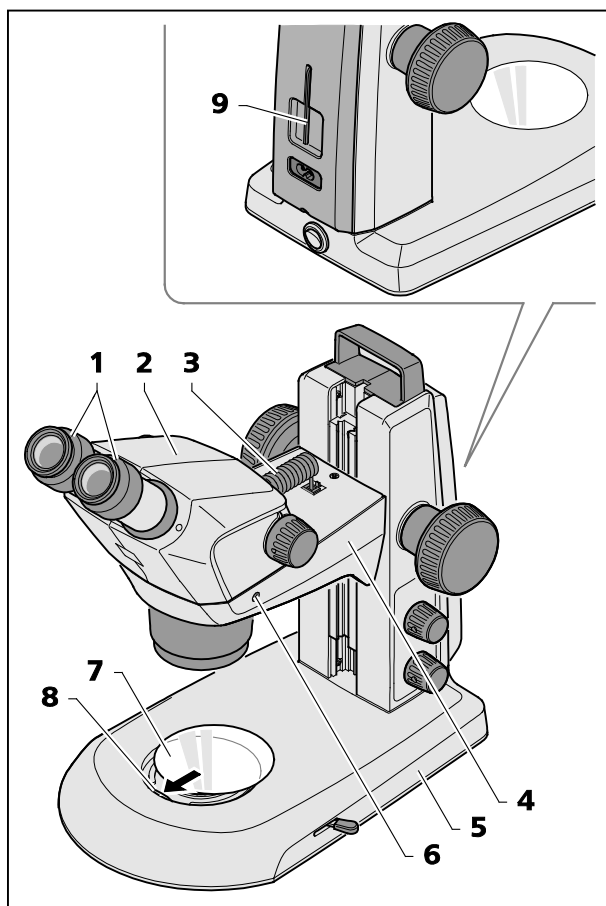

Fig. 10 Instalar o estereomicroscópio
- Se o corpo de microscópio Stemi 305 (Fig. 10/2) ainda não estiver montado, introduzi-lo no suporte do microscópio Stemi (Fig. 10/4), alinhá-lo e fixá-lo mediante o parafuso de aperto (Fig. 10/6).
A chave Allen apropriada (Fig. 10/9) encontra-se no porta-ferramentas disposto no lado traseiro do instrumento.
- Contanto que as duas oculares (Fig. 10/1) ainda não estiverem montadas, introduzir as duas no tubo ocular, até no encosto.
- Inserir o cabo de ligação fornecido (Fig. 10/3) na tomada disposta no corpo Stemi e na tomada situada no suporte Stemi.
- Meter a placa de vidro ou a placa de material sintético preta e branca (Fig. 10/7) no alojamento situado no pé do estativo, premendo a placa de vidro ou a placa de material sintético preta e branca contra a mola (Fig. 10/8) e fazendo-a engatar.